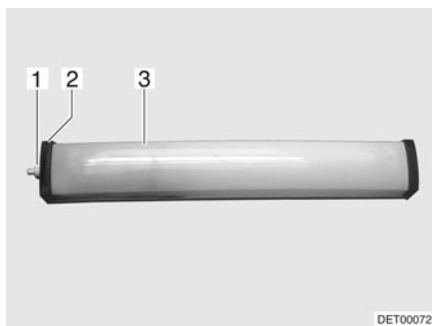

Fig. 166 Luz del habitáculo
- Desatornillar la caperuza (Fig. 166,1).
- Retirar la tapa (Fig. 166,2).
- Comprimir ligeramente la cubierta de la luz (Fig. 166,3) y retirarla.